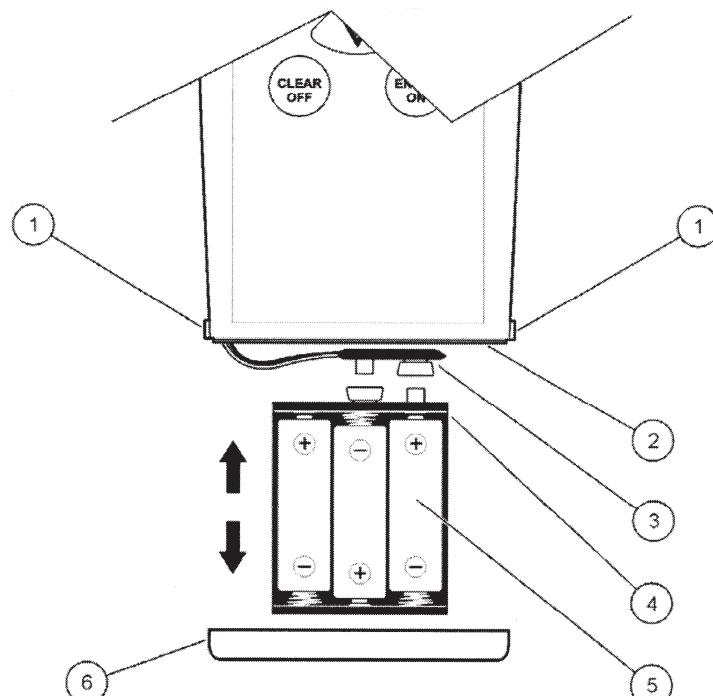

図2 電池の装填
測定器は、NiMH 充電池または単三乾電池 6 本によって動作します。(図2)。
2. 電池ホルダーを電池室から取り出します。(図2)。